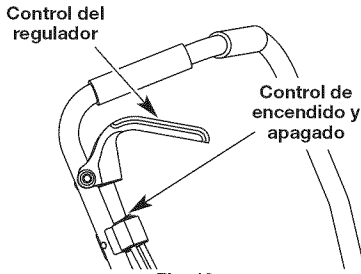

Fig. 10
**NOTA:** No hay necesidad de arrancar la unidad. El control de Encendido/Apagado está en la posición **ENCENDIDO (I)** en todo momento (Fig. 10).
2. Coloque el control de encendido y apagado en posición de **APAGADO (O)** (Fig. 10).